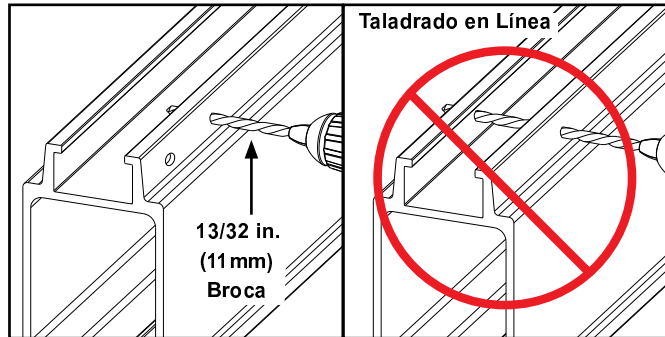

Figura 3-95
- Paso 2. Haga dos (2) barrenos usando broca 13/32" (11 mm). No trate de hacer barrenos en línea. vea Figura 3-95.